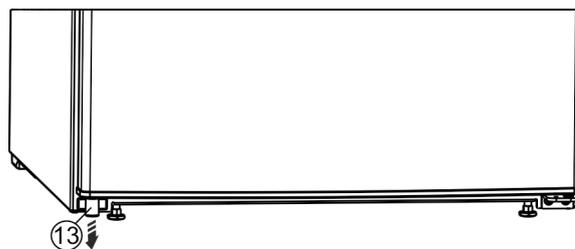

Fig. 13 \*
- ▶ Extraer de la puerta la pieza distanciadora Fig. 13 (13), abajo a la izquierda.\*